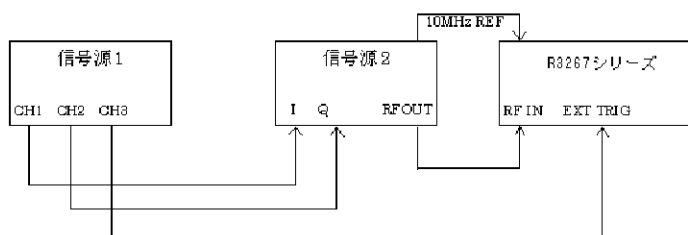

図 6-4 RF 入力 UP LINK 測定接続図
1. R3267 シリーズと信号源を図 6-4 のように接続します。